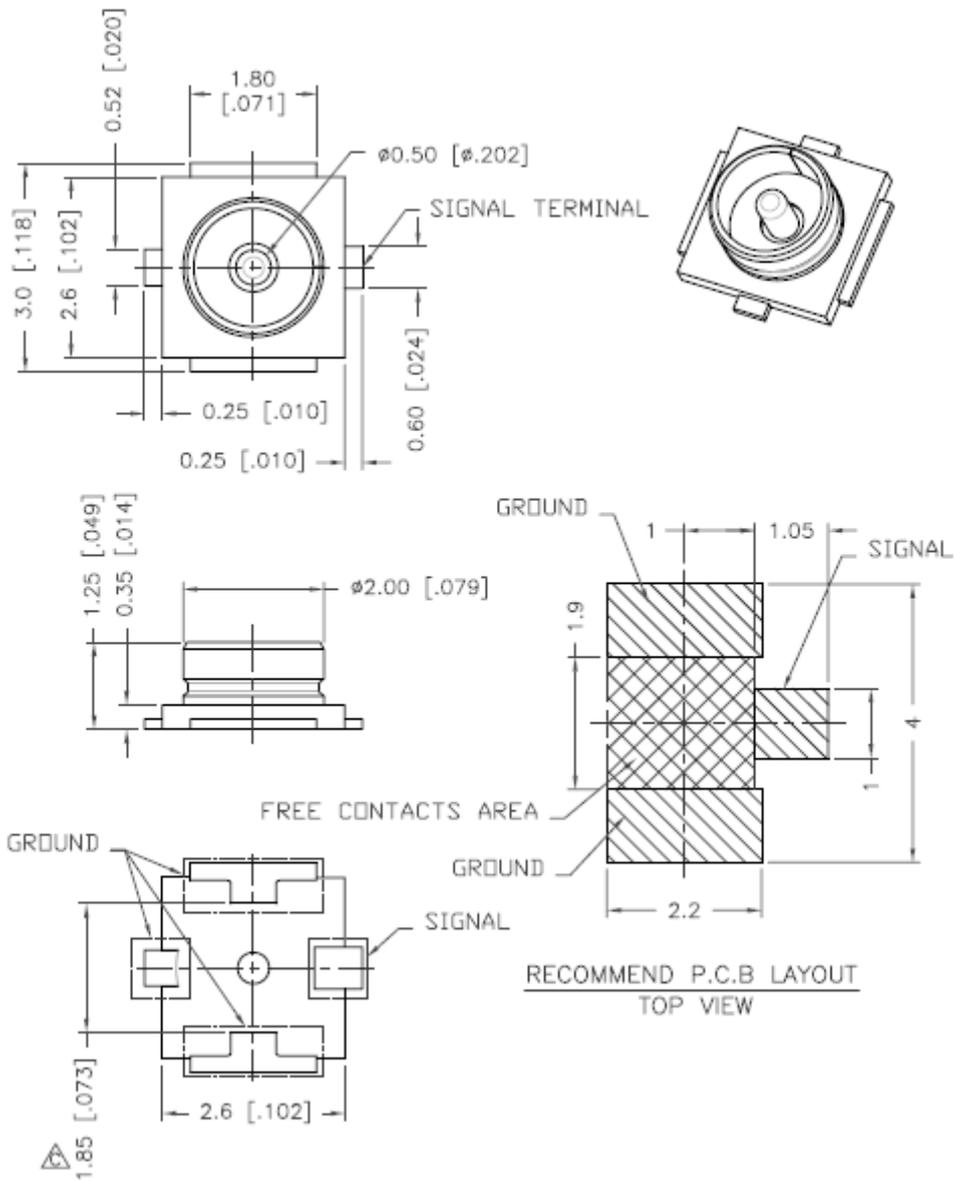

图2-2 RF Connector 尺寸图
EM770W模块具有主集、分集两个天线接口。天线阻抗必须选择 50 ohm特性阻抗的线缆和天线。模块上主集、分集两个天线接口使用的是Astron公司的51-3612-50-H 或HRS公司的 U.FL-R-SMT-1(10) RF连接器（两种连接器可以通用）。RF连接器尺寸如下图 2-2 所示：